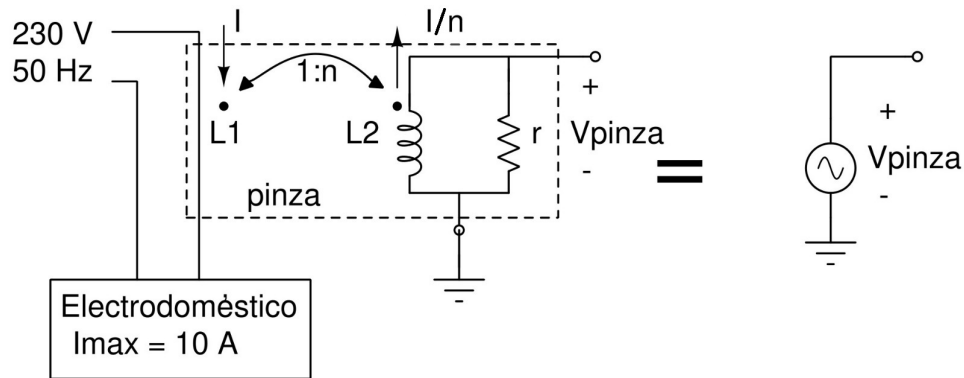

Figura 5. Modelado de pinza usada como sensor de corriente consumida por electrodoméstico
- Demostrar que la transferencia (V_{PINZA}/I_{EDM}) del sistema de la figura 5 es una constante, expresar su valor en función de los parámetros del sistema y el valor numérico obtenido de la hoja de datos.